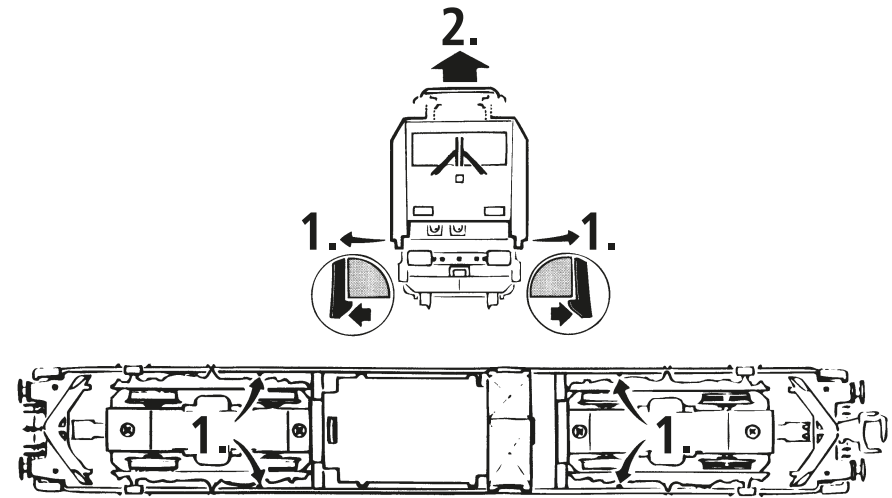

Fig. 5
3. Haftreifenwechsel: Zuerst den Getriebedeckel abnehmen (Fig. 5). Danach den **Radsatz** herausnehmen und die **Haftreifen** mit einer Nadel od. mit einem feinen Schraubendreher abziehen (Fig. 5). Beim Aufziehen der neuen Haftreifen darauf achten, dass diese sich nicht verdrehen.
3. Change of traction tyre: Remove the gear cover (fig. 5). Take out **wheel set** and remove **traction tyre** using a pin or a fine screwdriver (fig. 5). When pressing on the new traction tyre please **avoid twisting it**.
Verwijder de dekplaat (fig. 5). en til het wielstel eruit. Met een naald of kleine schroevendraaier kunt u de band verwijderen (fig. 5). Bij het omleggen van een nieuwe band dient u erop te letten dat deze niet is verdaaid.
3. Échange des bandages d'adhérence: Démontez d'abord **le couvercle du carter des engrenages** des en-grenages (fig. 5). Délogez ensuite les essieux ban-dagées et enlevez, à l'aide d'une aiguille ou d'un tourne-vis fin, les bandages d'adhérence (fig. 5). Lors du montage des nouveaux bandages veuillez veiller à ce que les bandages **ne soient pas tor-dues**.